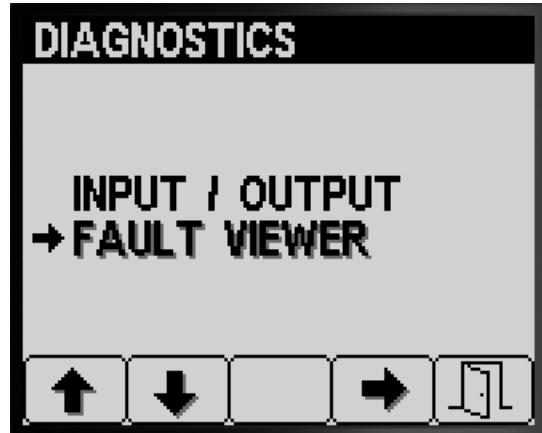

Figure 86
- Appuyez sur le bouton 1 ou 2 de l'écran Diagnostics jusqu'à ce l'option FAULT VIEWER (afficheur d'anomalie) soit atteinte (Figure 86).
- Appuyez sur le bouton 3 pour sélectionner l'option FAULT VIEWER (Figure 86).